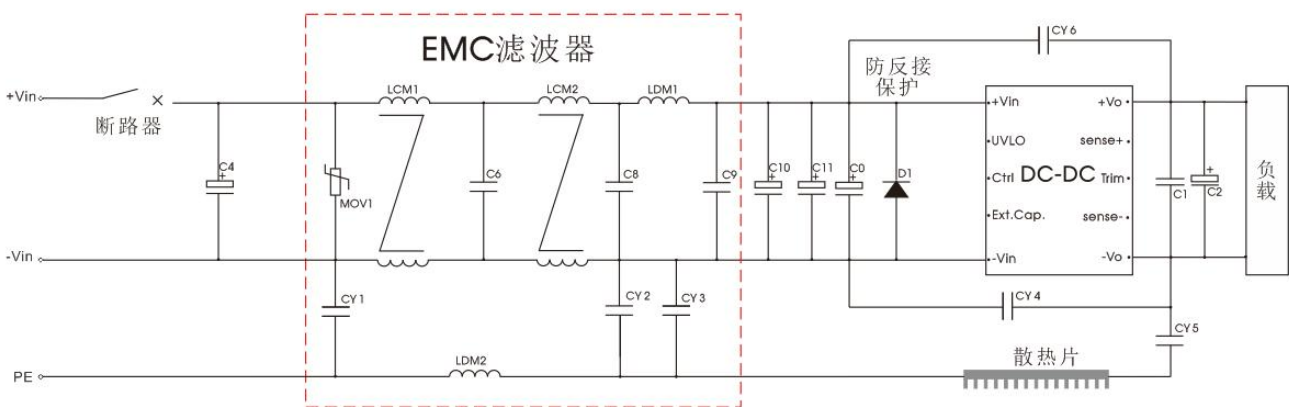

图6
60Hz	300A/m (推荐电路见图 6)
2. EMC 滤波部分由模块电路组成，推荐电路和参数请参考图 6，也可以使用自搭电路；